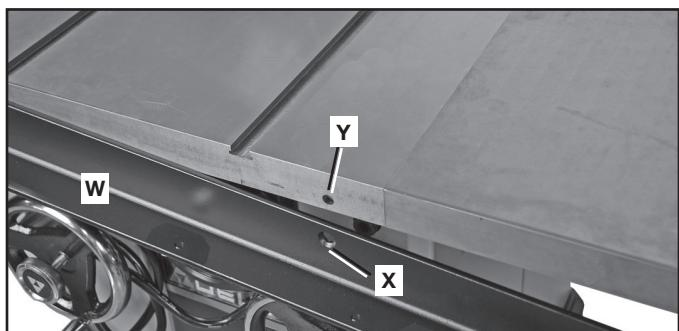

FIG. 11
- Ensamble el riel frontal (W), Fig. 11, al borde frontal del banco de la sierra con los dos tornillos de casquete con cabeza hueca plana y hexagonal 5/16-18 x 25 mm (1 pulgada) y las tuercas de brida dentadas de 5/16-18.
- Los tornillos se insertan en los dos orificios avellanados más grandes (uno se muestra en (X), Fig. 11) en el riel frontal y en los dos orificios (Y) que están en la parte frontal del banco de la sierra.